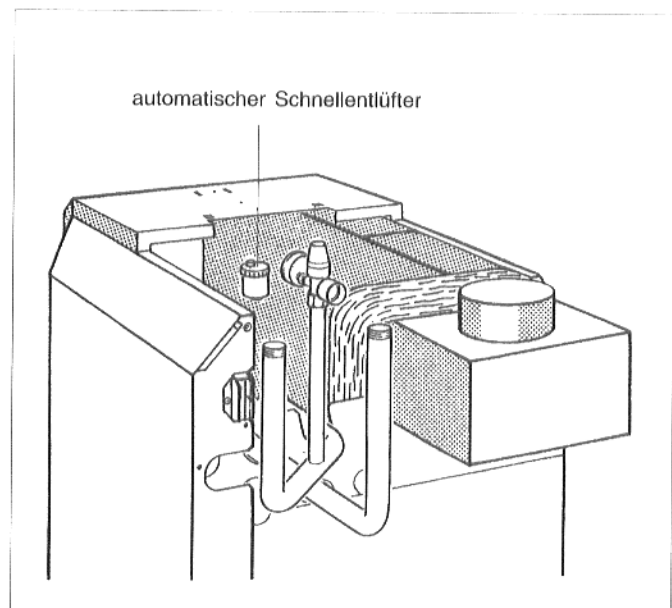
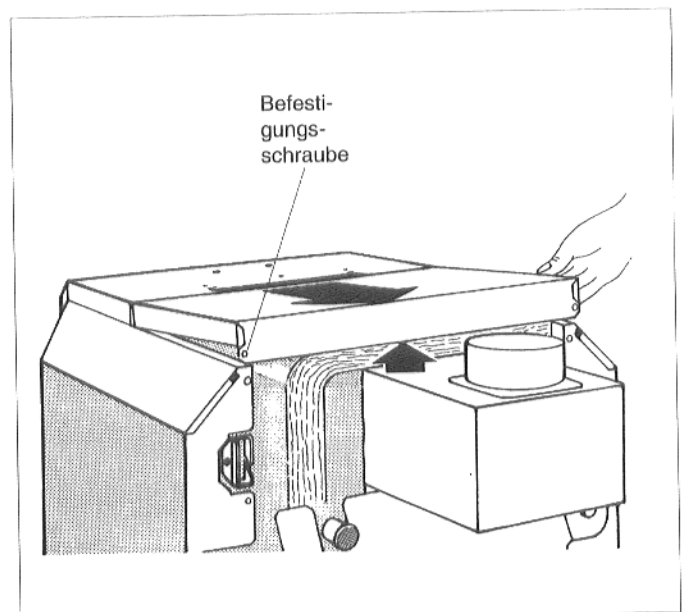

Abb. 10: Automatischer Schnellentlüfter G124 XV
Abb. 12: Hintere Kesselhaube abnehmen
Der Kessel wird zusätzlich über den automatischen Schnellentlüfter entlüftet: Abdeckkappe des automatischen Schnellentlüfters öffnen (Abb. 10). Abnehmen der hinteren Kesselhaube siehe Abb. 12.
- Die beiden Befestigungsschrauben der hinteren Kesselhaube herausdrehen. Hintere Kesselhaube anheben und nach hinten wegnehmen (Abb. 12)